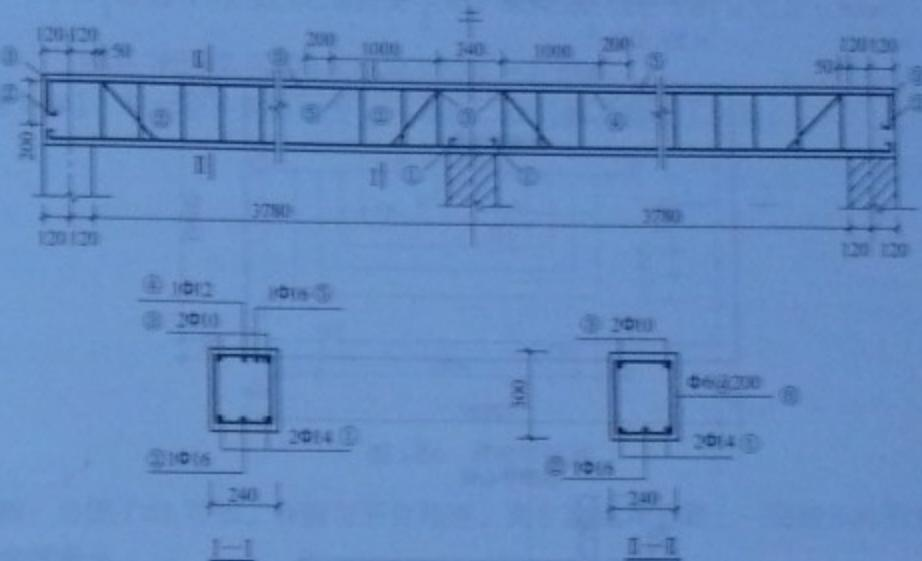

图 1-51 现浇钢筋混凝土连续梁图
**[例 1-51]** 求图 1-51 现浇钢筋混凝土连续梁工程量。